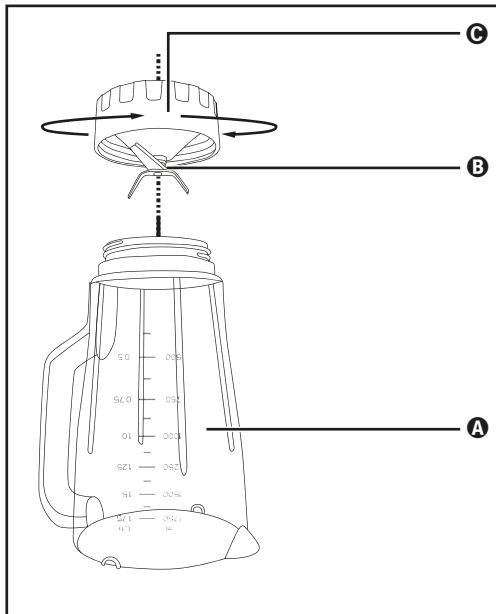

Abb. 3
- 2) Stellen Sie das Gerät auf den Kopf und drehen Sie das untere Plastikteil **C** des Mixaufsatzes **③** gegen den Uhrzeigersinn, so dass es sich vom oberen Plastikteil **A** des Mixaufsatzes **③** lösen lässt (siehe Abb. 3).